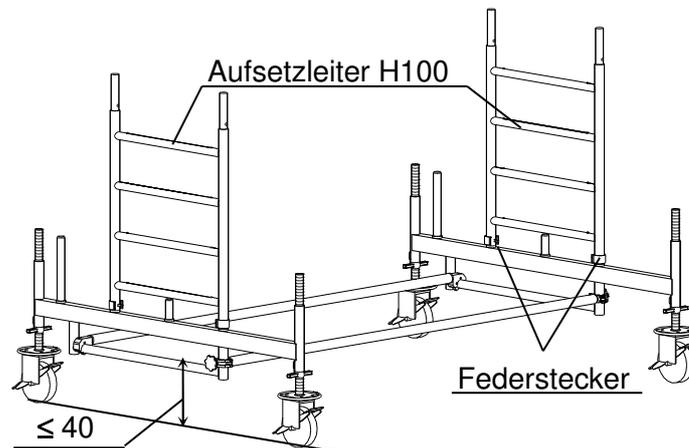
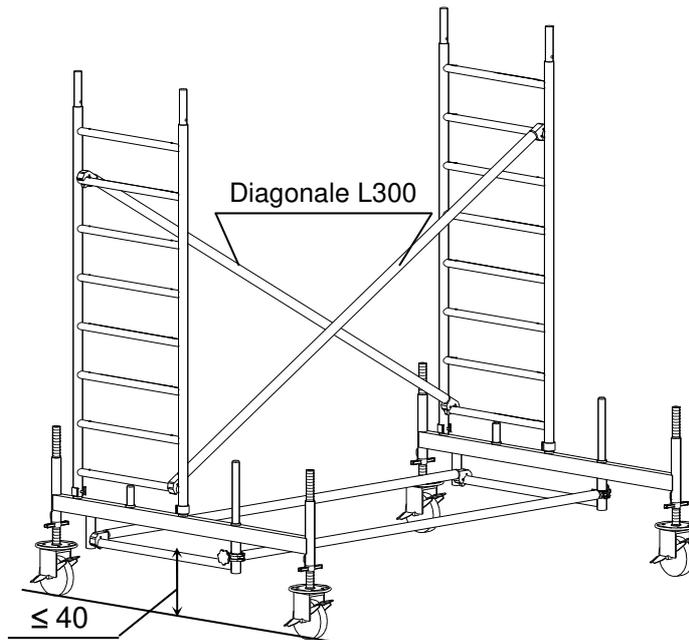

Bild 3: Grundeinheit mit Fahrbalken L180 – mittige Stellung
Bild 5: Grundeinheit mit Fahrbalken L180 – wandseitige Stellung
Auf beide Fahrbalken L180 je eine 1 m-Aufsetzleiter über die Rohrverbinder schieben und mit den Federsteckern sichern. Beim Fahrbalken L180 ist eine mittige (Bild 3 und 4) und eine wandseitige Stellung (Bild 5) möglich.
Auf beide Fahrbalken L180 je eine 2 m-Aufsetzleiter über die Rohrverbinder schieben und mit den Federsteckern sichern. Eine Arbeitsbühne L260, B61 auf den Bügel der Fahrbalken legen. Beim Fahrbalken L180 ist eine mittige (Bild 3 und 4) und eine wandseitige Stellung (Bild 5) möglich.
- Aufstellen der Grundeinheit, wandseitiger Aufbau (Bild 3 bis 6)